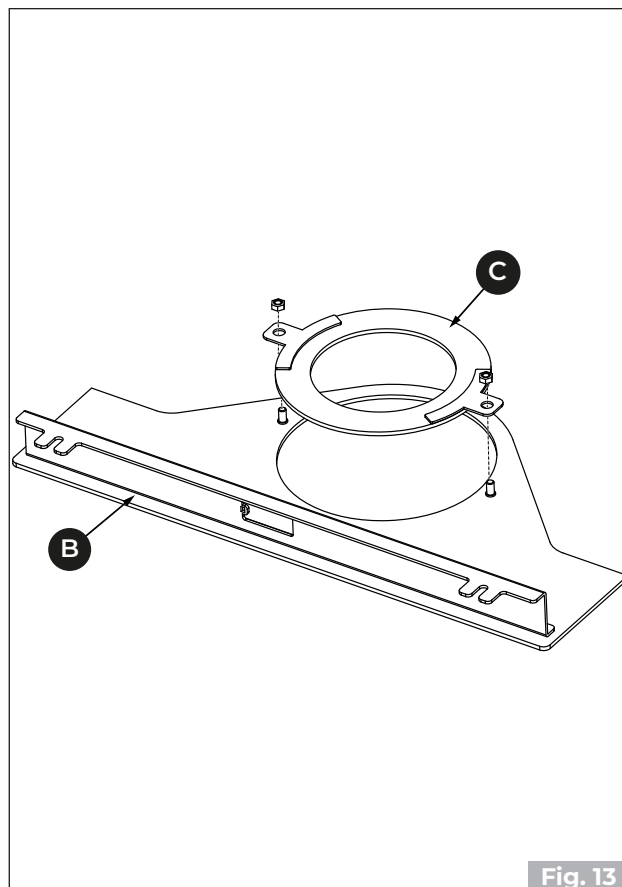

Fig. 13
- Drehen Sie den Tisch **(B)** und entfernen Sie die Halterung **(C)**, an der das konzentrische Rohr befestigt ist. (**Fig. 13**)